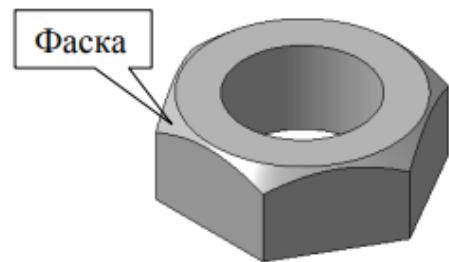

Рис. 4
- если контуров несколько, то все они должны быть замкнутыми; Фаска Рис. 4
17. При помощи какой операции, расположенной на Панели инструментов Редактирование детали, в системе КОМПАС-3D можно построить сплошную (замкнутую по кольцевой траектории) фаску на прямолинейных ребрах торцевой поверхности шестигранной гайки (см. рис. 4)?